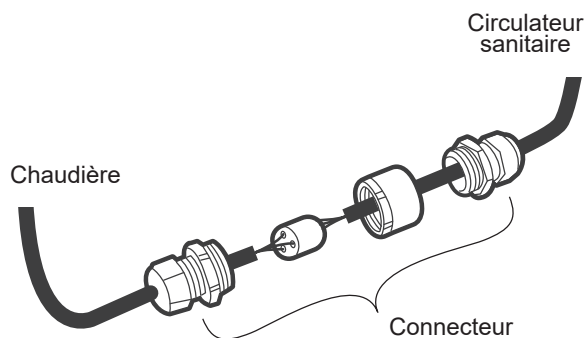

fig. 21 - Raccordement circulateur sanitaire
- Raccorder le circulateur sanitaire à la chaudière (connecteur) (fig. 21).